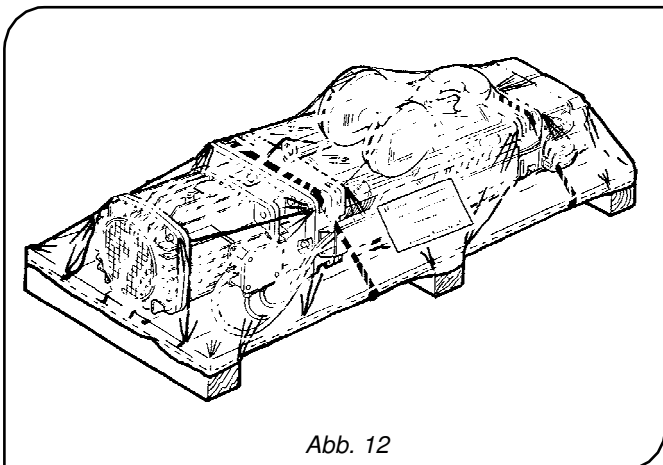

Abb. 12
- Um die Handhabung und Montage des E-Zugs zu erleichtern, wird er normalerweise in seinen vormontierten Hauptbestandteilen auf einer Palette geliefert, an der er entsprechend befestigt ist (Abb. 12). Verpackungen und besondere Schutzvorrichtungen sind demnach nicht Teil des Lieferumfangs.